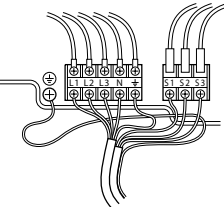

Fig. 6-2
6.1. Unidade exterior (Fig. 6-1, Fig. 6-2)
- Ligue os cabos consultando a Fig. 6-1 e a Fig. 6-2.